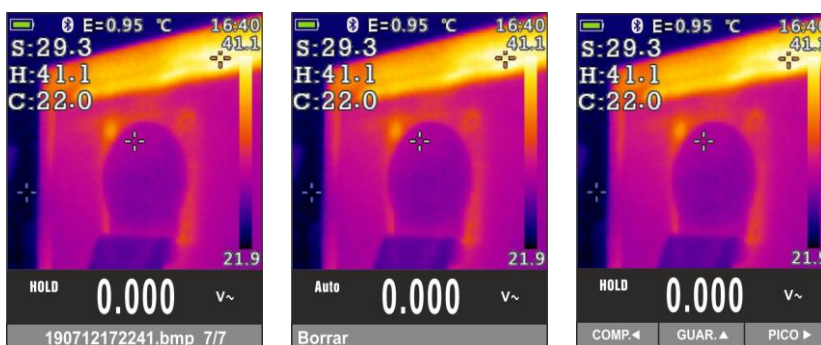

Fig. 46: Rellamada y borrado imagen IR
11. Entre en el Menú general para volver a ver el resultado guardado (ver Fig. 46 – parte izquierda)